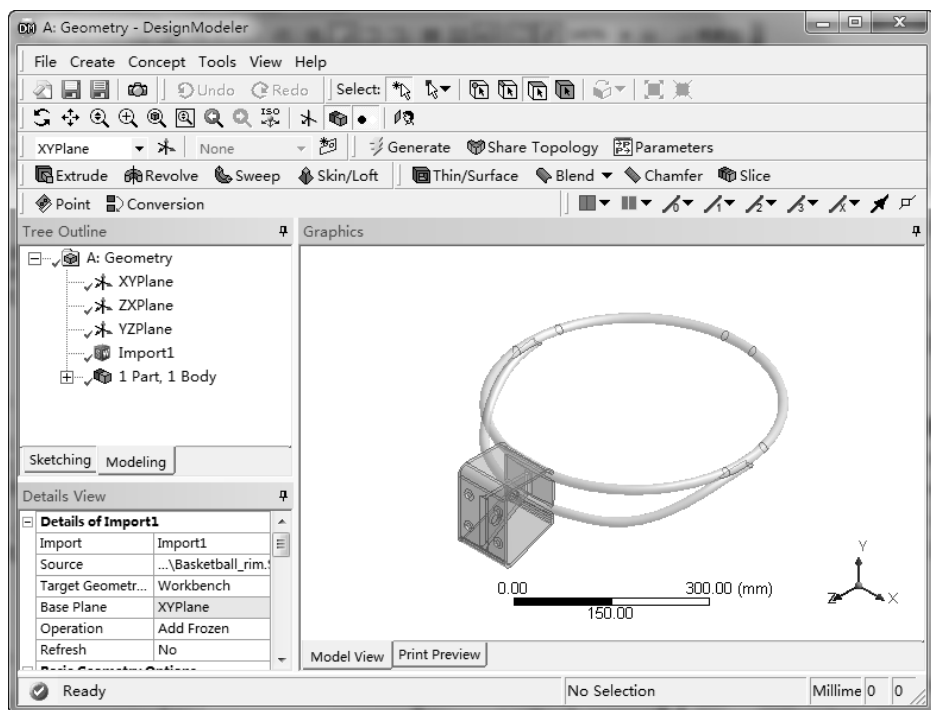

图 7-16 生成几何图形后的 DesignModeler 界面
4) 进入 DM 后，设计树中【Import1】节点前面显示, 表示需要生成，图形窗口没有图形显示。单击  Generate 按钮，生成几何体，即可在窗口右侧显示出几何图形，如图 7-16 所示。